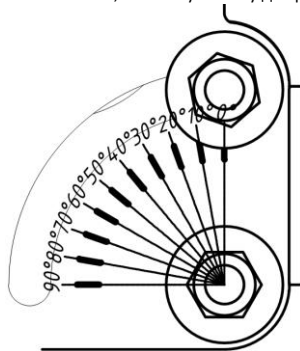

Рисунок 6 – Шкала для регулировки.
5.4.6. Отрегулируйте нужный угол наклона светильника, используя шкалу для регулировки на деталях крепления (рисунок 6).
5.5.4. Закрепите светильник при помощи болтов/винтов на поверхности. С помощью поворотного кронштейна (скобы) выставите нужный угол поворота светильника (см. рисунок 6). Затяните болты.
5.7.4. Закрепите светильник при помощи болтов/винтов на поверхности. С помощью поворотного кронштейна выставите нужный угол поворота светильника (см. рисунок 6). Затяните болты.